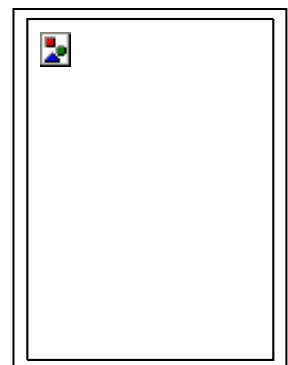

FIG. 19
## -- 10.9) ÎNLOCUIRESA FILTRULUI ULEIULUI COMPRESORULUI (Fig. 19 --
- 5) Deșurubați și înlocuiți cartușul filtrului de ulei (fig. 19 partea A);